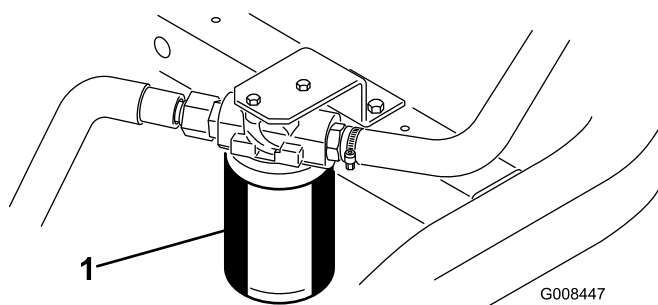

図 57
1. フィルタ容器の周辺をウェスできれいにぬぐう (図 57)。フィルタの下に廃油受けを置いてフィルタを外す。